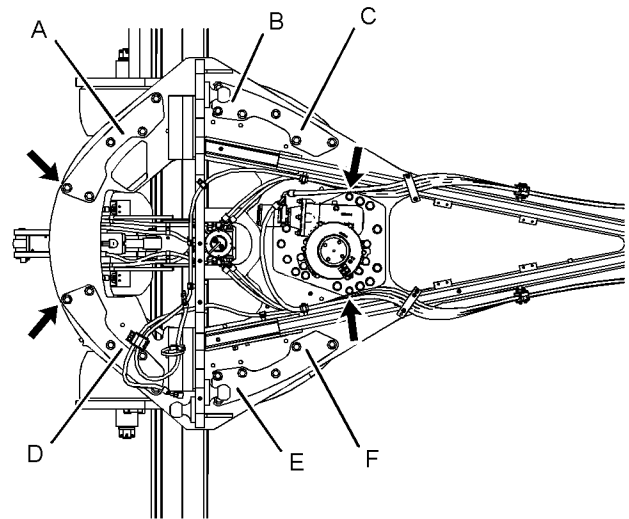

Ilustración 188
5. Vuelva a instalar dos pernos en la barra de tiro sin las planchas retenedoras. Quite los dos pernos de empuje ubicados cerca del mando del círculo. Reinstale los pernos de empuje en la barra de tiro (7) sin los espaciadores. Consulte las ubicaciones correctas en la ilustración 188. Esto asegura que el círculo de la hoja (6) se asiente apropiadamente en las zapatas del círculo.
6. Quite los calces (3), las planchas espaciadoras (4) y las bandas de desgaste de la barra de tiro (5).
8. Si se pueden volver a utilizar las bandas de desgaste, cambie la banda de desgaste (A) con la banda de desgaste (C). Cambie la banda de desgaste (D) con la banda de desgaste (F). Esto ayudará a mantener parejo el desgaste en las bandas de desgaste.